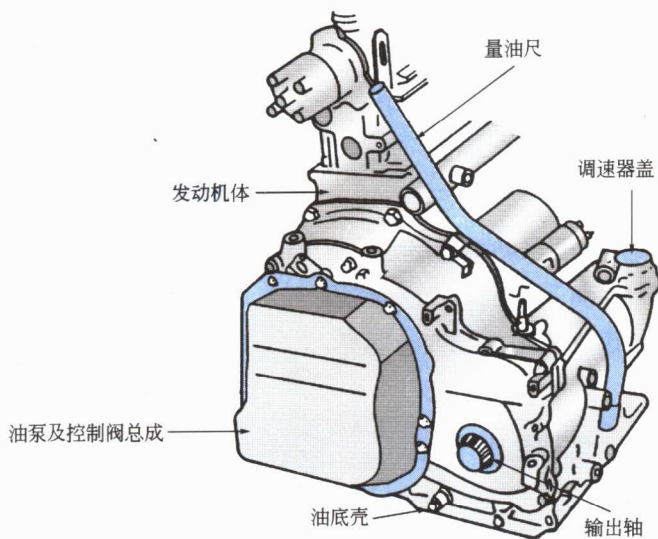

图 1-9 FF式车所使用的 AT
(2)使用于前置发动机前轮驱动(FF Type)自动变速器, 如图 1-9 所示, 因包含差速器及最后传动装置, 又称为自动联合传动器。